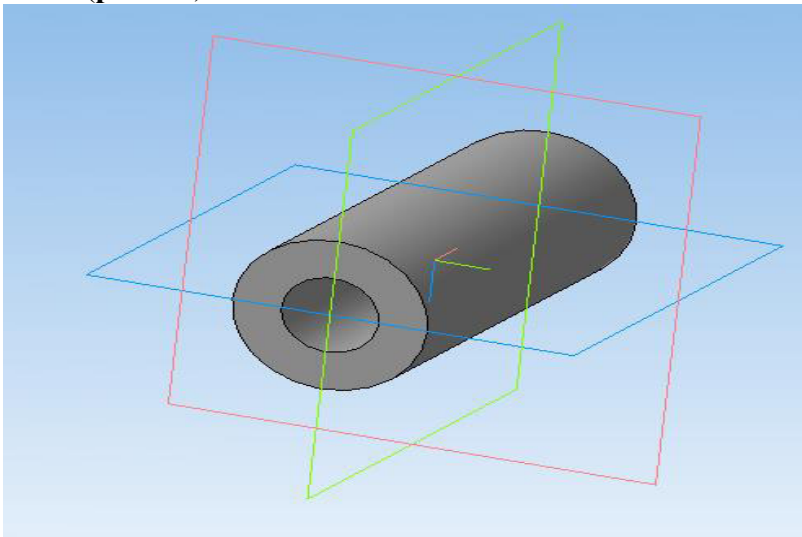

Рис.16
13. Зажав колёсико мыши, вы можете изменять положение детали, передвигая при этом мышь (**рис. 16**).